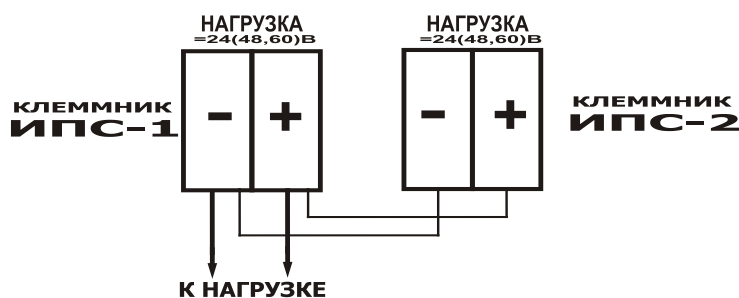

Рис.3
**5.9.** ИПС допускает включение на параллельную работу (см. рис.3). При этом будет обеспечиваться селективная дистанционная сигнализация ИПС, т.к. реле сигнализации исправности включено до выходного диода ИПС.